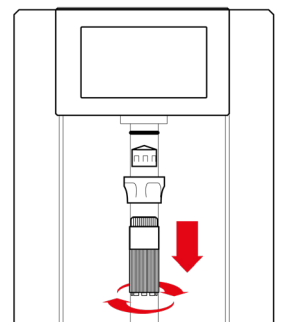

Fig. 1-18
37.1 – Staccare la spina di alimentazione elettrica dell'apparecchio. Svitare la ghiera di serraggio dell'ugello di erogazione con l'apposita chiave in dotazione ruotandola da destra verso sinistra fino al completo svitamento. Prestare attenzione a non perdere la capsula del perlatore e la guarnizione ad anello, Fig. 1-18. Se la guarnizione non si stacca subito, verificare che sia rimasta all'interno della sede del raccordo lato apparecchio.